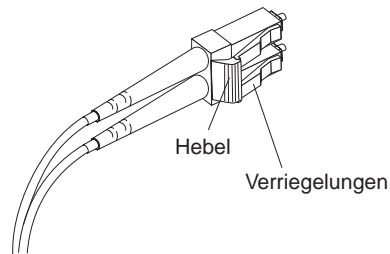

Abbildung 21. Hebel und Verriegelungen des LC-LC-Fibre-Channel-Kabels
1. Halten Sie an dem Ende des LC-LC-Kabels, das mit dem SFP-Modul oder dem Host-Busadapter verbunden ist, den Hebel gedrückt, um die Verriegelungen zu lösen. (Siehe Abb. 21.)